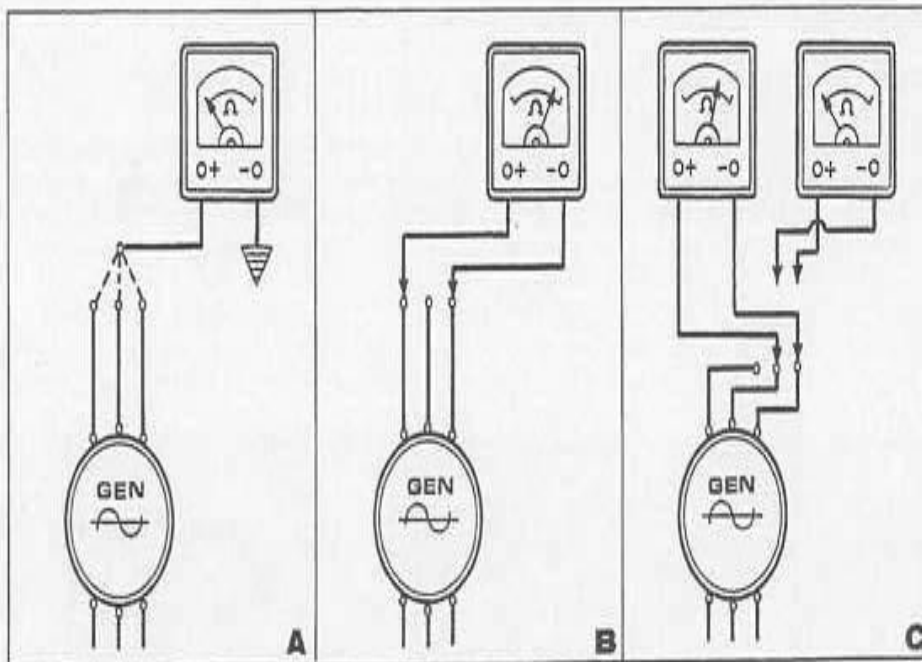

Fig. 122
- collegare un puntale dell'ohmmetro a massa e l'altro puntale successivamente ai tre cavi: Bianco, Rosso, Verde; deve verificarsi l'isolamento perfetto (vedi fig. 122/A).
- collegare i puntali dell'ohmmetro tra il cavo Verde e il cavo Bianco: si deve leggere un valore di resistenza di $285 \text{ Ohm} \pm 10\%$ (vedi fig. 122/B).
- collegare i puntali dell'ohmmetro tra il cavo Verde ed il cavo Rosso: si deve leggere un valore di resistenza di $1.000 \text{ Ohm} \pm 30\%$ (vedi fig. 122/C). Attenzione in questa prova l'ohmmetro deve essere in portata: $\times 100$.
- connect one Ohmmeter point to earth and the second one to three cables successively: White-Red-Green; you must verify a perfect insulation (see fig. 122/A).
- connect the Ohmmeter points between the Green and White cables: you must read a resistance value of $285 \text{ Ohm} \pm 10\%$ (see fig. 122/B).
- connect the Ohmmeter points between the Green and Red cables: you must read a resistance value of $1,000 \text{ Ohm} \pm 30\%$ (see fig. 122/C).